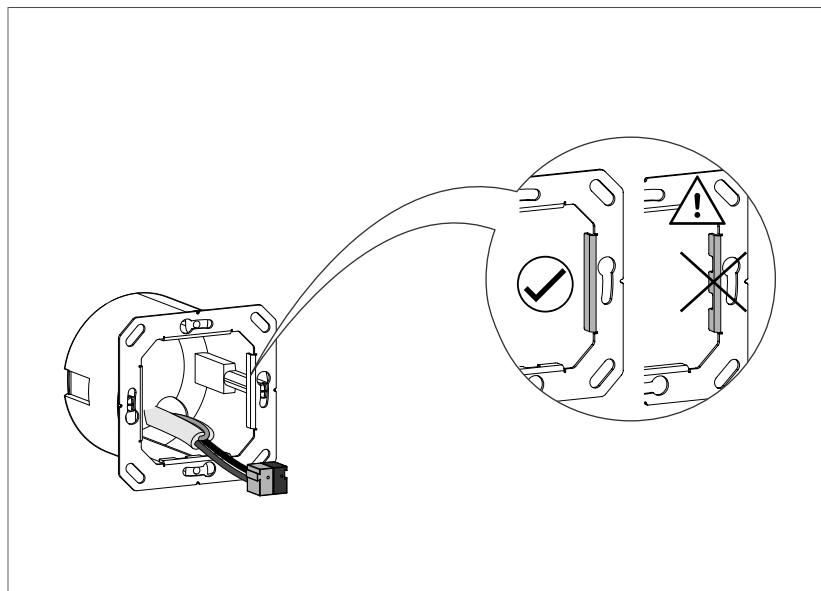

Bild 3: Tragring montieren
- Den Tragring lagerichtig auf eine Gerätedose montieren (Bild 3), dabei die Ausrichtung der Rastung am Tragring beachten.